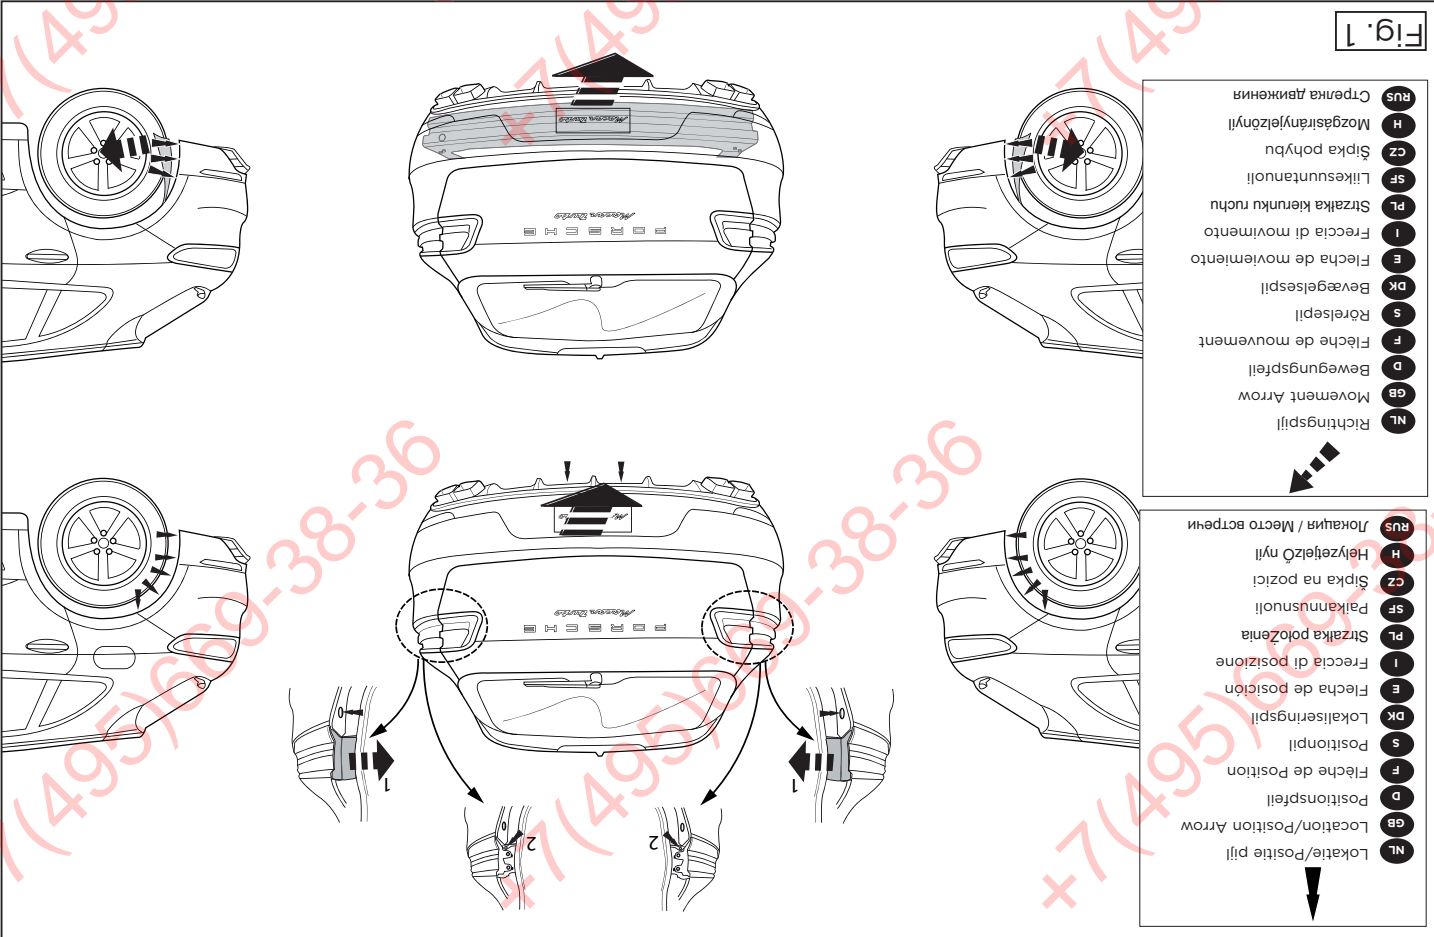

Fig. 1
3. Remove the bumper and the steel buffer beam from the vehicle. The buffer beam will no longer be needed. See figure 1.
- 3. Die Stoßstange einschließlichschließlich des stählerenen Stoßbalkens vom Fahrzeug abmontieren. Der Stoßbalken wird nicht mehr benötigt. Siehe Abbildung 1.